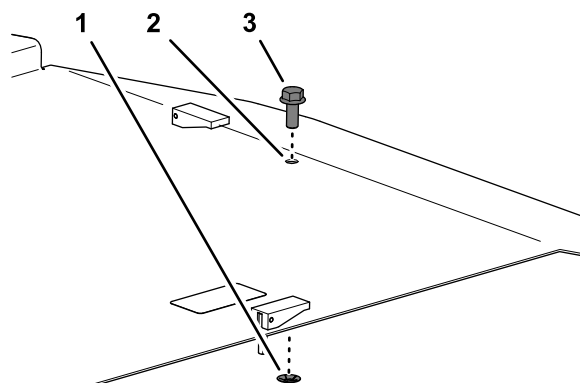

図 4
2. デッキカバーにボルト固定しているプッシュナットを外して、カバーからボルトを外す 図 4。